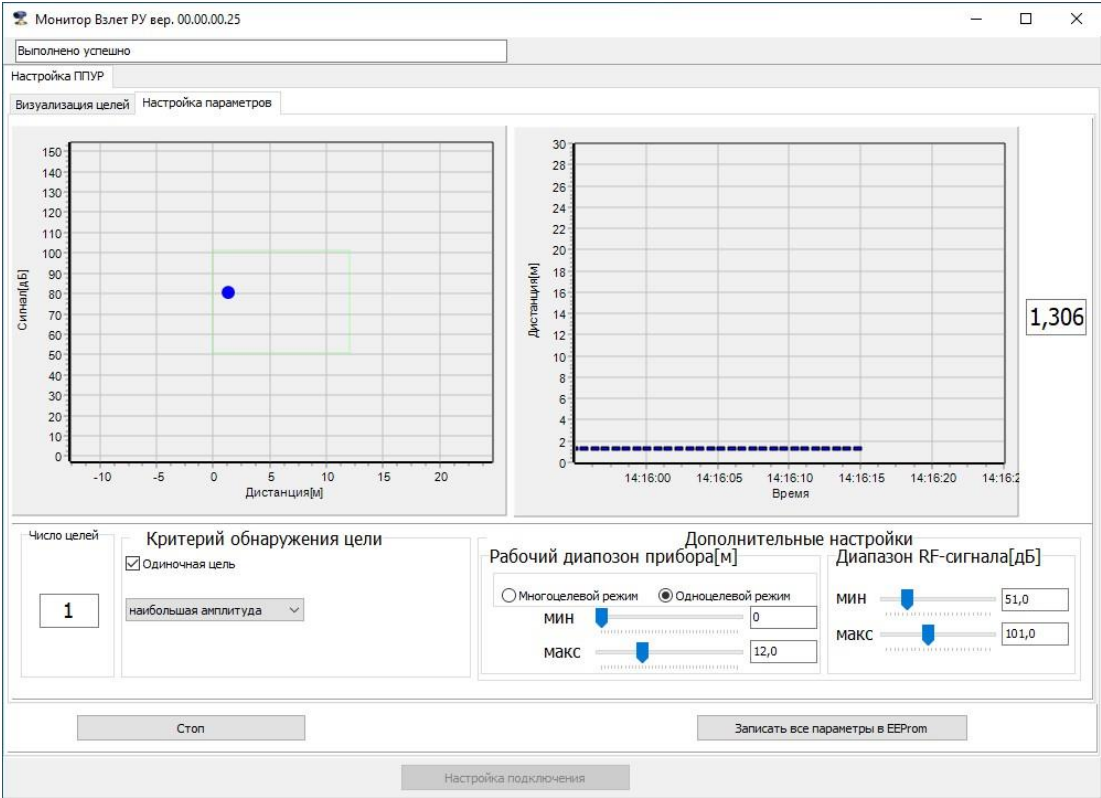

Рис.26 - Окно «**Настройка параметров**».
7.7.5 Переход к настройке ППУР производится щелчком «мышки» по вкладке «**Настройка параметров**» в командной строке. Открывается окно, приведенное на рис.26: